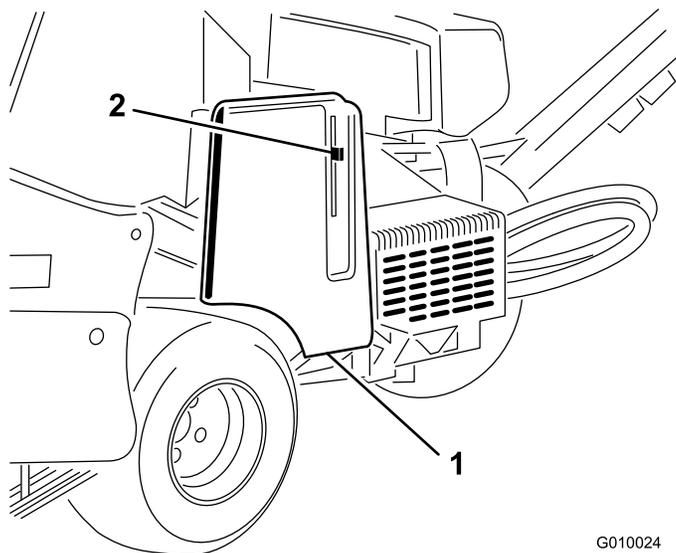

Figura 60
2. Sbloccate e togliete il copricinghia (Figura 60).